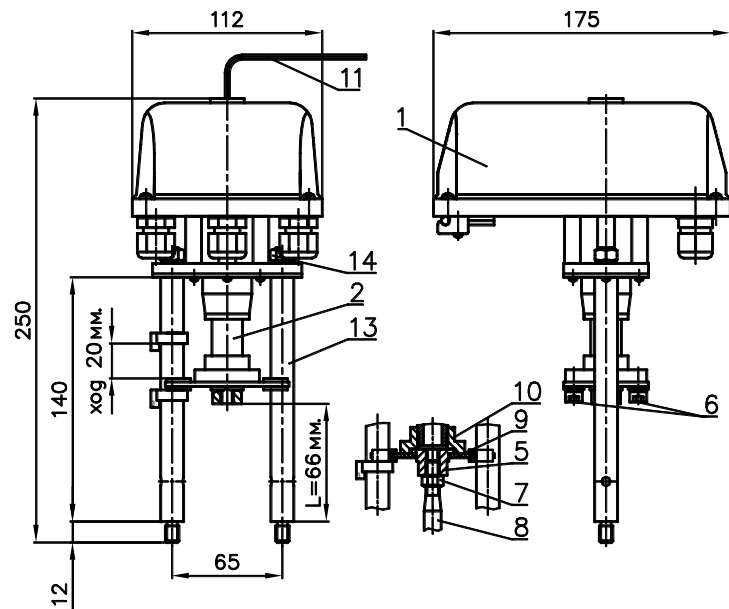

Рисунок 1 - ВЭП-135М
- электропривод (рисунок 1 – позиция 1);
- винтовая передача (рисунок 1 – позиция 2).